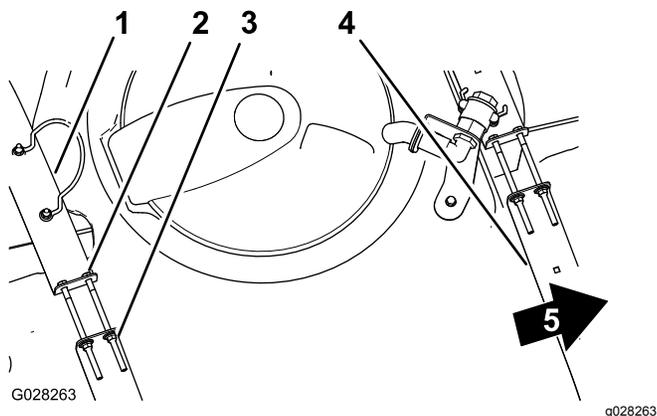

図 21
2. タンクとタンク固定ベルトとの間に、たるみがないか点検する **図 21**。
3. ベルトにゆるみがある場合には、ベルトの上部にあるフランジロックナットとボルトを締めてベルトとタンクとが面一になるようにする **図 21**。